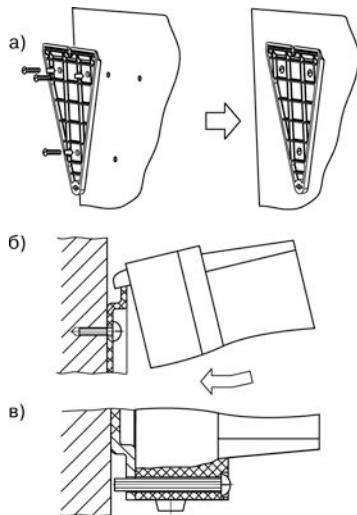

Рисунок 5.1 – Монтаж прибора настенного исполнения
- закрепить кронштейн тремя винтами М4×20 на поверхности, предназначенной для установки прибора (см. Приложение А и рисунок 5.1, а);
- зацепить крепежный уголок на задней стенке прибора за верхнюю кромку кронштейна (рисунок 5.1, б);
- прикрепить прибор к кронштейну винтом М4×35 из комплекта поставки (рисунок 5.1, в).